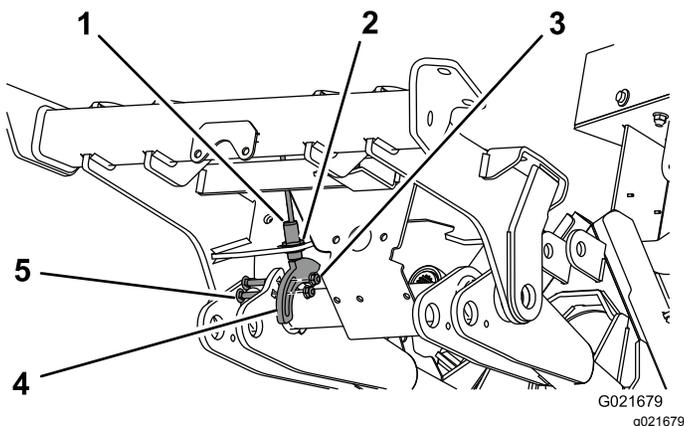

Figura 14
1. Utilizzando il foro nella parte inferiore del telaio frontale, montate senza serrare l'interruttore di prossimità con le rondelle e i controdadi (Figura 14).
3. Posizionate la piastra del sensore come illustrato in Figura 14.